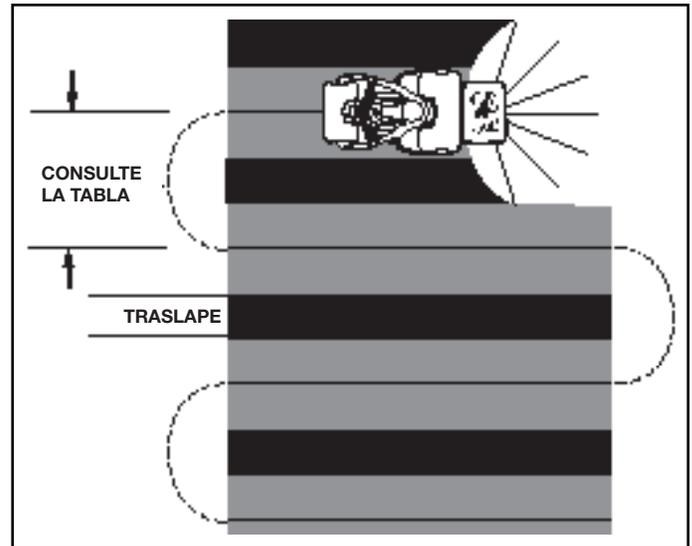

FIGURA 16
8. Para garantizar una cobertura uniforme, siga cada paso de modo que el patrón de dispersión se trasape ligeramente respecto del patrón del paso previo, como se muestra en la Figura 16. Los anchos de la dispersión aproximados para diferentes materiales se muestran en la tabla de aplicaciones de esta página.